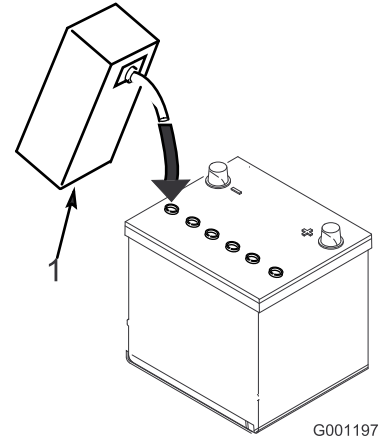

图7
- 小心为每个电池注入电解液，直到电池极板被大约 6mm 的液体覆盖 (图7)。
- 等待约 20 至 30 分钟，以便电解液渗透到极板内。必要时加注电解液，使电解液保持在加注井底部约 6mm 范围内 (图7)。